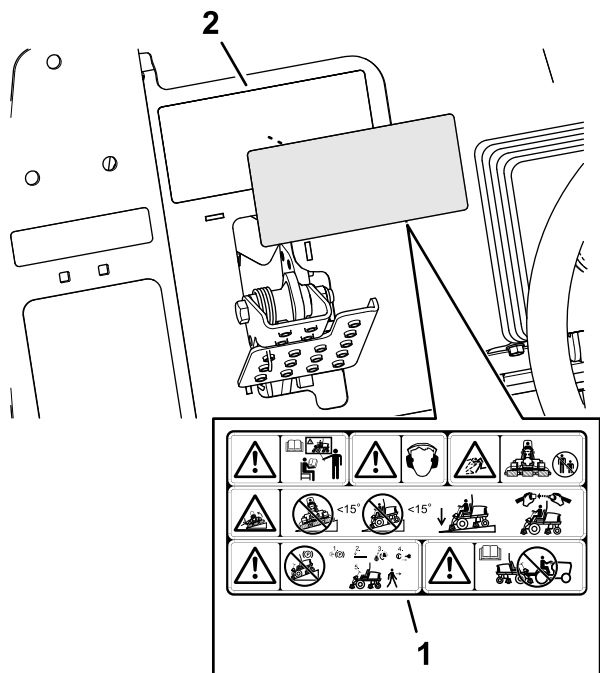

Bild 39
1. Verwenden Sie Reinigungsalkohol und einen sauberen Lappen, um die Oberfläche des Warnaufklebers 133-2930 zu reinigen, und lassen Sie den Aufkleber trocknen (Bild 39).